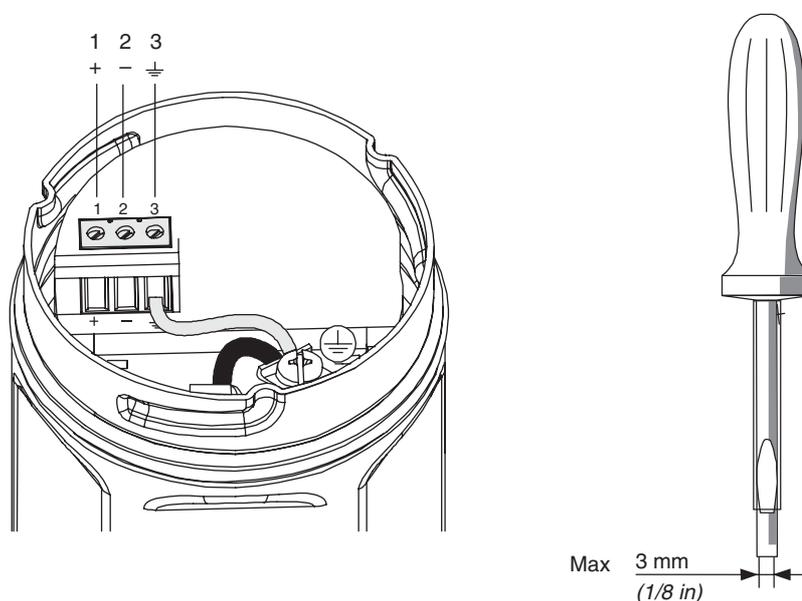

Bild 4.1 Transmitter-Verdrahtung
- ▶ Nehmen Sie den elektrischen Anschluss vor. Siehe Klemmenbelegung in Bild 4.1.